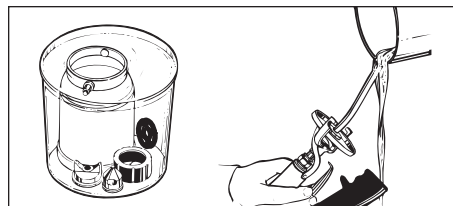

Figura 12 - Cómo limpiar las piezas de la pistola de rociar
3. Coloque el aro de retención, el tapón de aire, el aro de flujo de aire y el depósito de pintura en un balde u otro recipiente apropiado. Remoje en un solvente adecuado, o en agua y jabón si se utilizó látex. Para limpiar la pistola, vierta el solvente por el tubo de material hasta que la solución se aclare (ver Figura 12).